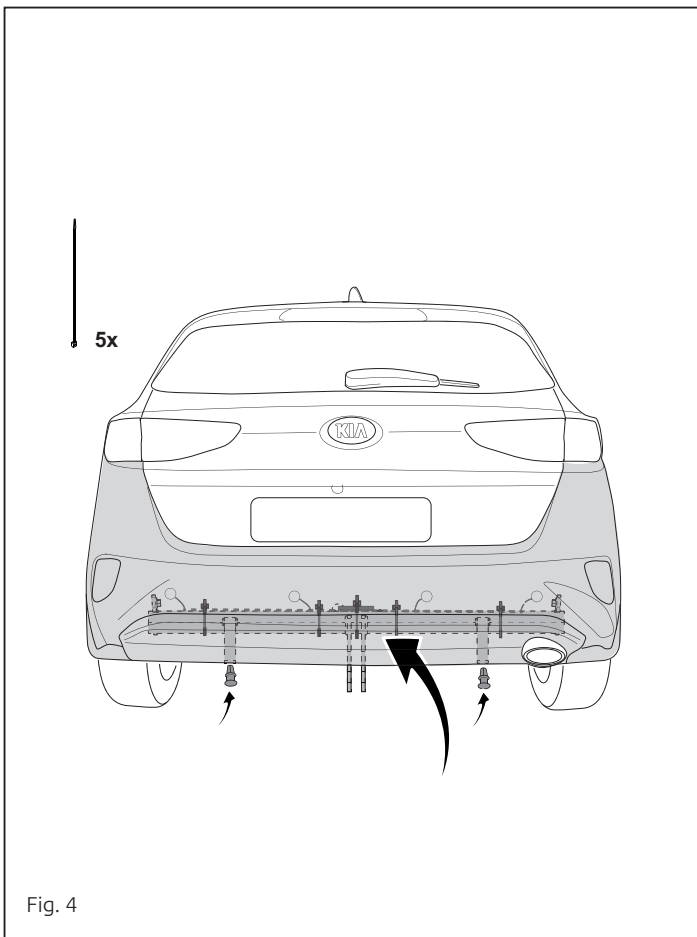

Fig. 4
7. Attach the sensor with tie-wraps. See figure 4.
7. Den Sensor mit Kunststoffklemband festbinden. Siehe Abbildung 4.